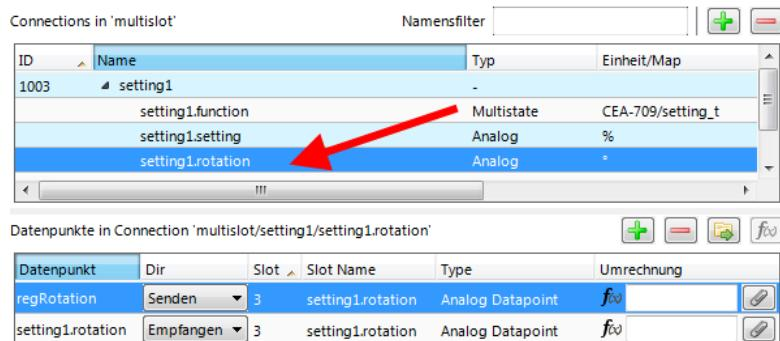

Abbildung 21: Einen Datenpunkt zu einem Slot hinzufügen.
6. Verbinden Sie andere Datenpunkte mit den Slots, indem Sie diese auf die Slots fallen lassen. Verbinden Sie beispielsweise das Register ‘regRotation’, indem Sie es auf ‘setting1.rotation’ fallen lassen, wie in Abbildung 21 gezeigt.